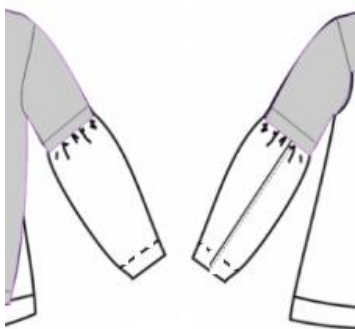

Рисунок 1 – Фрагмент свитшота. Обработка рукава
Второй этап: Моделирование фрагмента заданной модели «Обработка рукава» (стр. 7, рис. 1) в натуральную величину и изготовление лекал
Третий этап: Изготовление (пошив) образца фрагмента заданной модели (стр. 7, рис. 1) женского свитшота.
1) Внешний вид фрагмента заданного изделия должен полностью соответствовать техническому рисунку модели и художественно-техническому описанию (стр. 3, табл.1) и рисунку фрагмента(стр. 7, рис. 1).